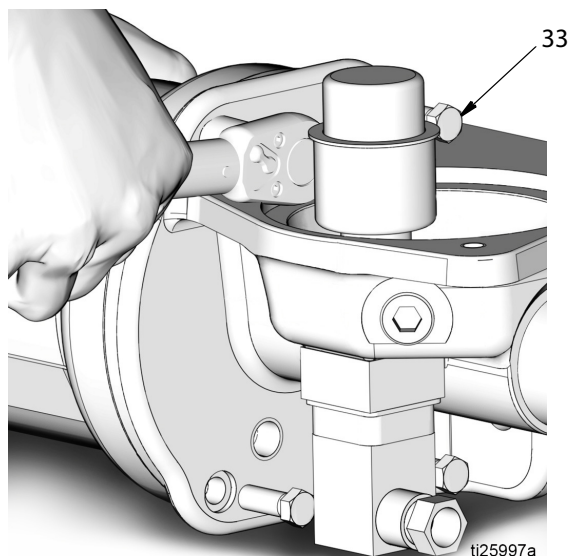

Рис. 53
- c. Вкрутите 4 новых болта. Затяните вручную болты (33) равномерно, каждый понемногу за один раз крест-накрест. Затем затяните крест-накрест с усилием 10 - 13 футофунтов. (13,5-17,6 Н•м). См. Рис. 53.